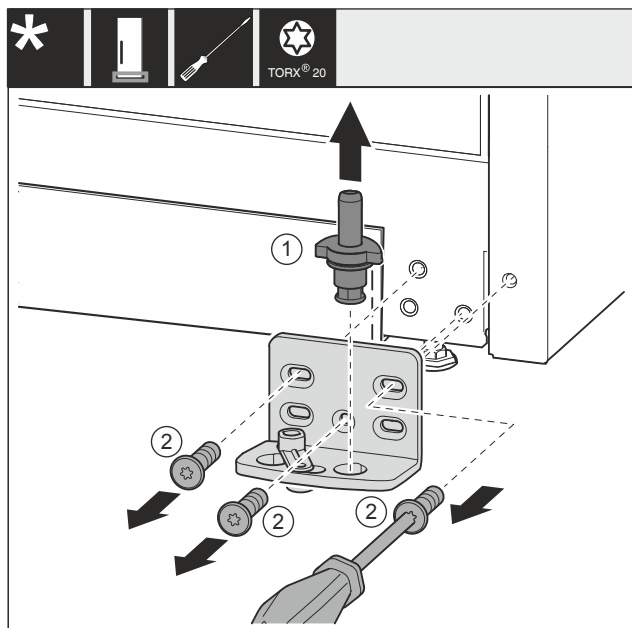

Fig. 34 *
- ▶ Lagerbout Fig. 34 (1) volledig naar boven toe wegtrekken.*
- ▶ Schroeven Fig. 34 (2) met schroevendraaier er uit draaien en het lagerbok wegnemen.*